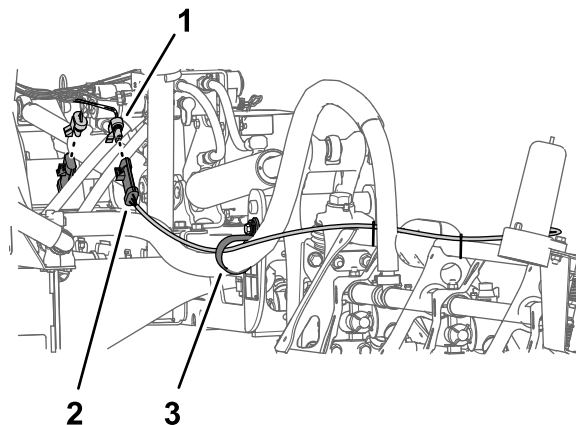

Figura 26
1. Scollegate il connettore a 3 pin del cablaggio preassemblato per il kit di allineamento delle barre Ultra Sonic Boom dal connettore a 3 prese del cablaggio preassemblato della macchina (Figura 26).